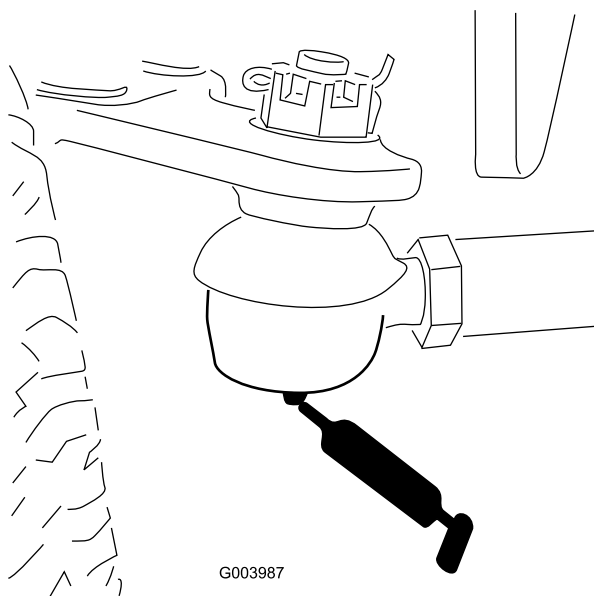

Рисунок 80
- Тяги заднего моста (2 шт.) (Рисунок 80)